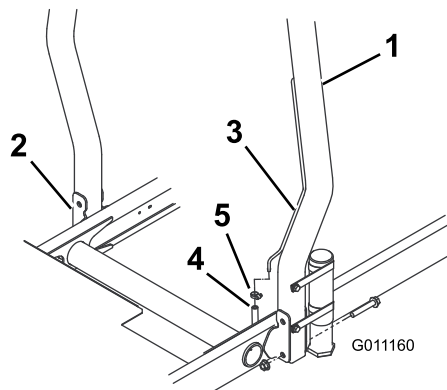

Figura 12
1. Abbassate il roll bar sopra le staffe di montaggio del trattorino, allineandolo ai fori di montaggio. Assicuratevi che il tubo di sfogo si trovi sul lato sinistro della macchina (Figura 12).
2. Fissate ogni lato del roll bar alle staffe di montaggio con due bulloni a testa flangiata e due dadi di bloccaggio (Figura 12). Serrate i fermi a 81 N·m.